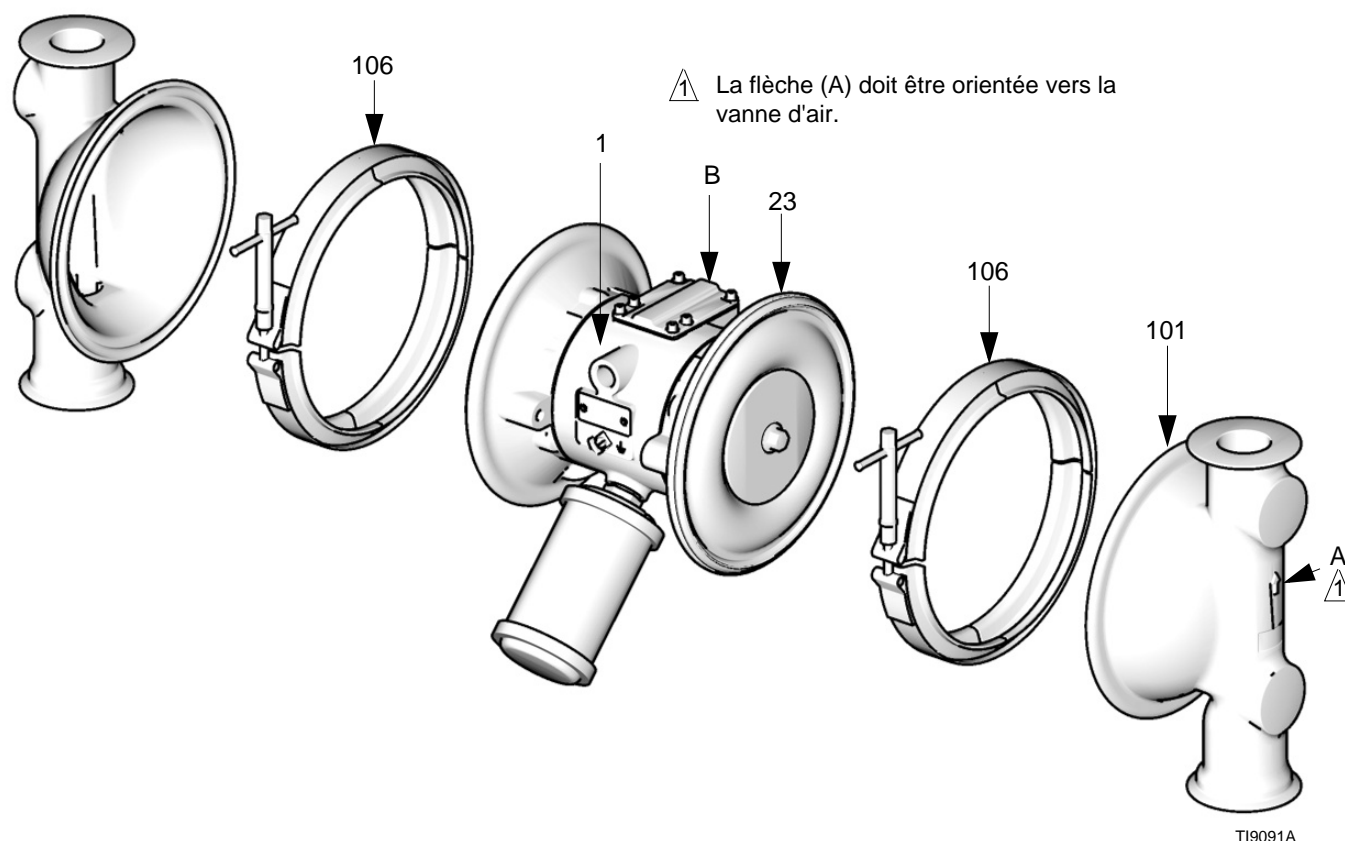

FIG. 10
3. Retirez les colliers (106) maintenant les capots à fluide (101) sur les capots d'air (23). Retirez les capots à fluide (101) de la pompe. Voir FIG. 10.
- d. Uniquement pour les modèles en PTFE : installez la pièce d'appui (401*) sur le boulon. Assurez-vous que le côté marqué « AIR SIDE » (CÔTÉ AIR) est bien orienté vers le boîtier central (1).
- e. Installez le plateau de membrane côté air (104) de sorte que le côté arrondi soit orienté vers la membrane (401). Le numéro de pièce est estampillé sur ce plateau.
- f. Appliquez du Loctite® de force moyenne (bleu) ou un produit équivalent sur les filetages du boulon (107). Vissez le boulon dans l'axe (24) en le serrant à la main.
3. Graissez l'axe de membrane (24) sur la longueur et aux extrémités, puis glissez-le à travers le boîtier (1).
5. Maintenez un boulon (107) de l'axe à l'aide d'une clé et serrez l'autre boulon à un couple de 81-95 N•m (60-70 pi.-lb) à 100 tr/mn maximum.
6. Alignez les capots à fluide (101) et le boîtier central (1) de sorte que les flèches (A) sur les capots soient orientées dans la même direction que la vanne d'air (B). Fixez les capots avec les colliers. Voir FIG. 10.